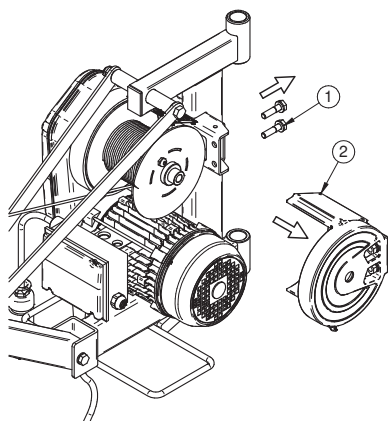

Fig. 4.1
1) desmontar el tambor desenroscando los 2 tornillos Ref.1 Fig.4.1 y quitando el soporte del tambor Ref.2 Fig 4.1